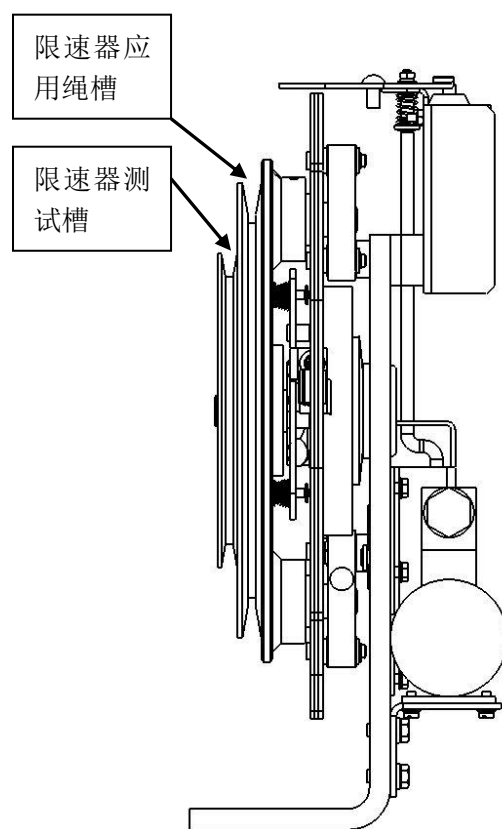

图 6
6) 钢丝绳放入图 6 所示的限速器应用绳槽内。
2、以上三种试验方法均需将钢丝绳放入图 6 所示限速器应用绳槽内。
4、使用测试槽的限速器试验方法：将钢丝绳放入图 6 所示测试槽内，轿厢以额定速度下行，限速器可以达到动作速度，实现限速器机械动作从而提拉安全钳，使轿厢制停，试验后需将限速器复位，使轿厢微量上行，机械部分自动复位。